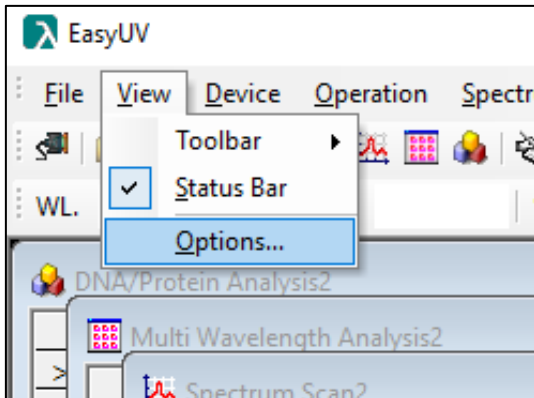

Fig. 2.6-1 Options
- Dal menu **View** selezionare **Options** (Fig. 2.6-1);
Dal menu **View**, scegliere **Options** (Fig.2.6-1). Nella finestra è possibile configurare alcune impostazioni a scelta dell'utente.